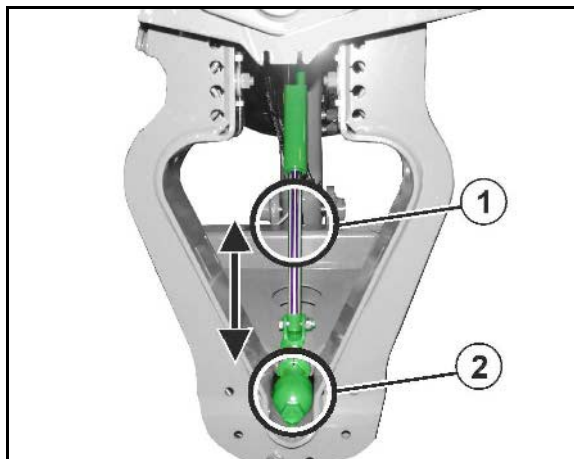

Bild 97
Låsa upp svängningsdämpningen (Bild 97/1):
- Svängningsutjämnningen (Bild 97/1) låses upp och den utfällda sprutrampen kan svänga fritt mot ramphållaren. Svängningsdämpningens skyddsutrustning har här avlägsnats för bättre åskådlighet.
Låsa svängningsdämpningen (Bild 97/2):
- Svängningsutjämnningen (Bild 97/2) är låst när den låsta hänglåsymbolen syns i manöverterminalens display.